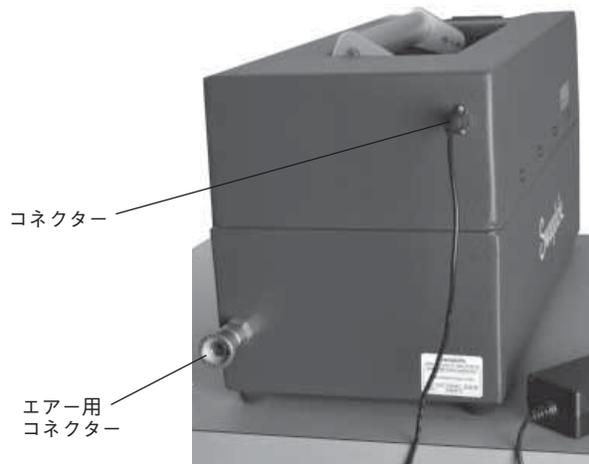

図 3 : HVSU 背面
4. パワー・サプライを、HVSU 背面にあるコネクタに接続します (図 3)。電源コードを、適切な定格のアース付きコンセントに接続します。
6. 付属のクイック・コネクツを、HVSU 背面のエア用コネクタに接続します (図 3)。